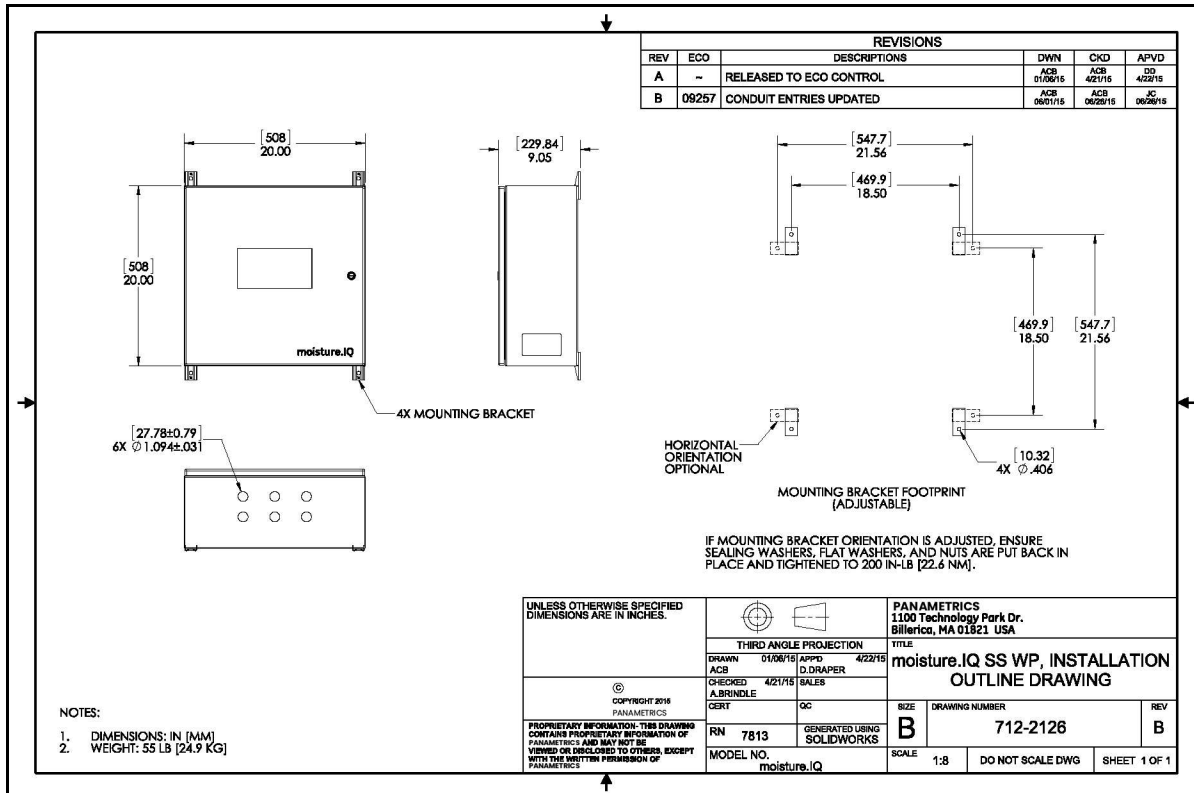
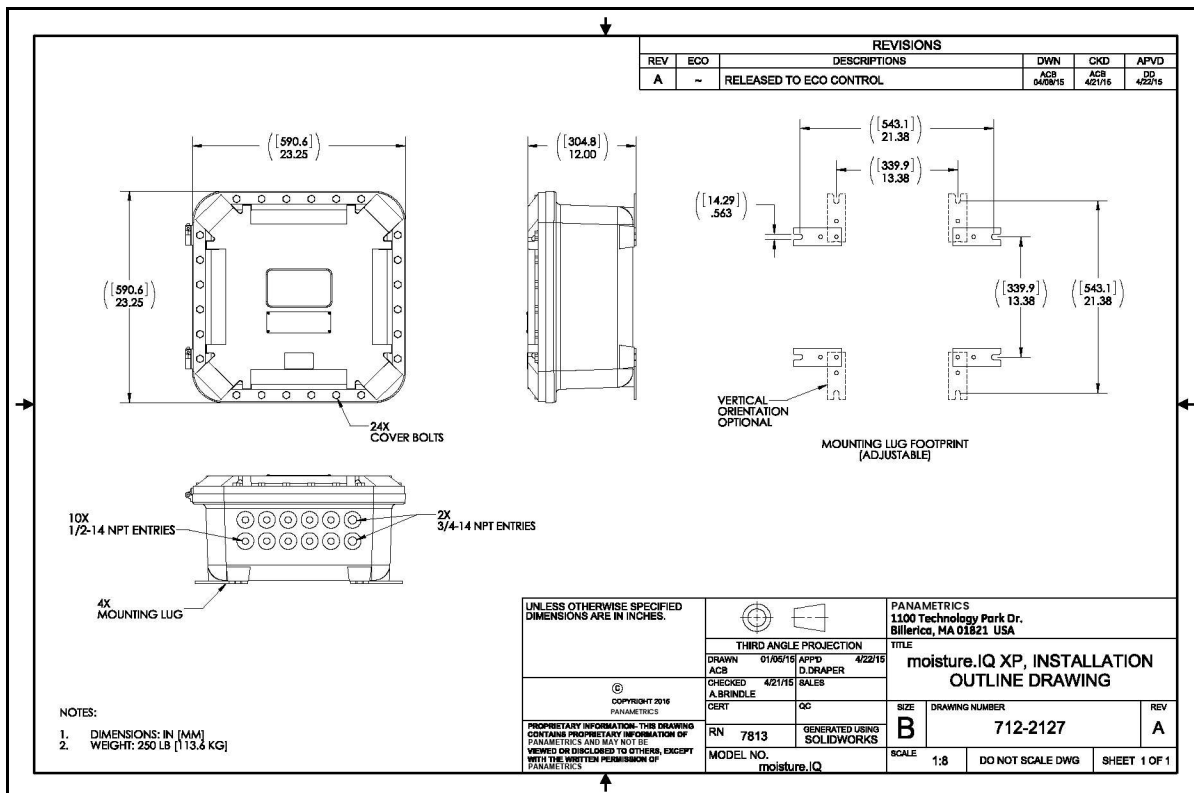

Figura 109: Desenho da instalação de SS WP (Desenho 712-2126\_revB, SH 1 de 1)
Figura 110: Desenho da instalação de XP (Desenho 712-2127\_revA, SH 1 de 1)
- A instalação deve estar em conformidade com *desenhos de instalação* de versão 712-2126 de aço inoxidável à prova de intempéries (consulte *Figura 109 na página 6*) e a versão à prova de explosão 712-2127 (veja a *Figura 110 na página 6*).